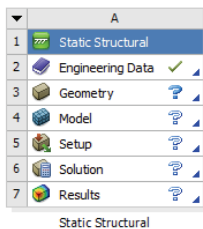

图 8-11 分析项目
2) 双击主界面 Toolbox 中的 Analysis System>Static Structural 选项，即可在项目管理区创建分析项目 A，如图 8-11 所示。